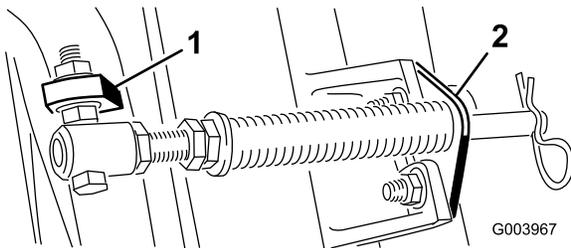
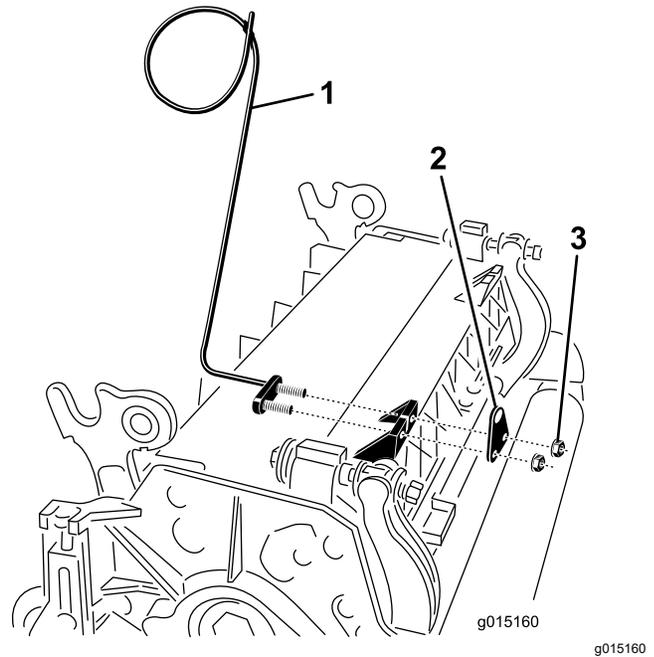

Bild 11
Bild 13
Hinweis: Der Schraubenkopf zeigt zur Außenseite der Lasche, siehe **Bild 11**.
E. Montieren Sie die Stangenhalterung mit den Schlossschrauben und Muttern an den Mähwerkknasen (Bild 11). An der Schneideinheit müssen Sie auch die linke Schlauchführung vorne an den Schneideeinheitnasen befestigen, wenn Sie die Stangenhalterung (Bild 13) wieder einbauen.